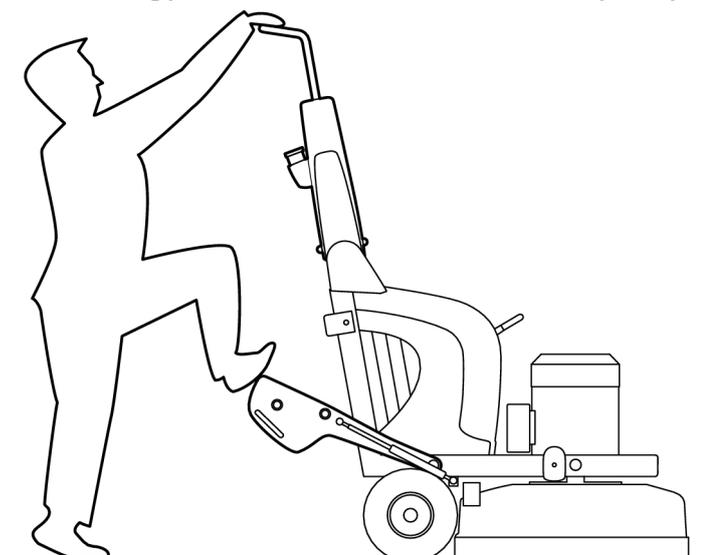

Рисунок 4-9. Нога на грузе
2. Сложите грузы назад поставьте на них одну ногу, см. Рисунок 4-9, стр. 22.